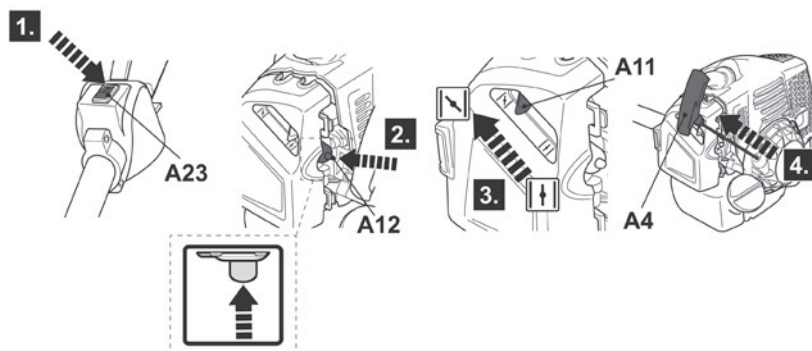

Fig. 40
- > Mantenha o produto estável e puxe lentamente a pega do arrancador de recuo (A4) até sentir resistência e, em seguida, puxe rapidamente. Repita o procedimento até que o motor arranque, mas não mais do que 5 vezes (Fig. 40).